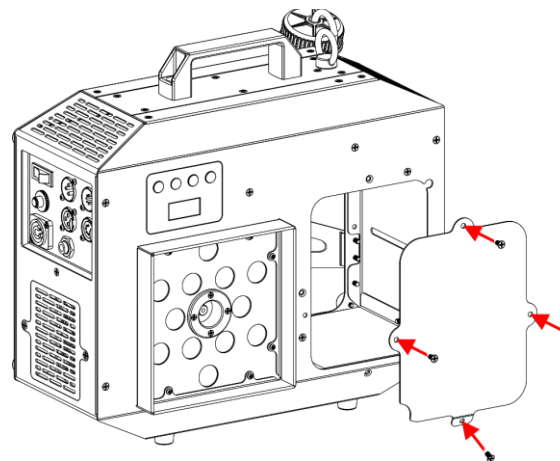

Fig. 19
- 14) Schroef de 4 schroeven van de metalen tankplaat aan de voorkant van het apparaat vast, zoals getoond in Fig. 19.